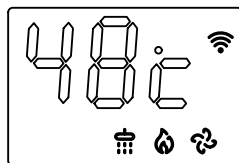

图20
3、打开热水龙头, 如图20, 热水器便会启动点火, 热水随之流出。开水启动后温度设置范围为35~48℃, 超过48℃只能按“**v**”(即儿童锁功能, 防止烫伤)若想设置水温高于48℃, 先关闭热水龙头后再按“**^**”。